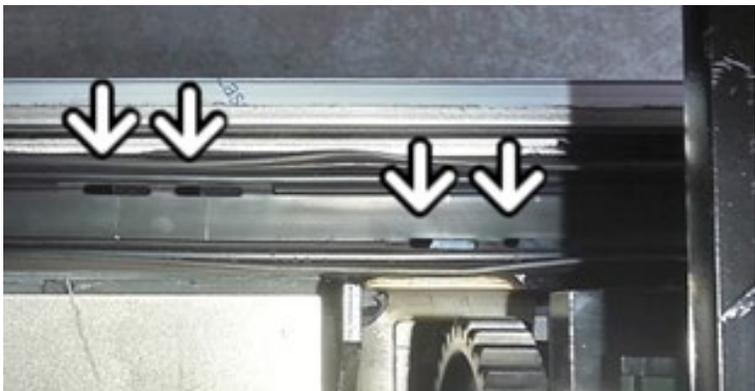

FIGURE 22
34. Glissez le tube de gonflage dans la structure du véhicule. Scellez tout autour avec le scellant Simpson ISR 70-03 # 684685. (Figure 22)
36. Entre l'entrée d'air et le coin le plus proche, fixez localement le joint sur la base. (Flèches, Figure 22)
37. Au coin inférieur, insérez le joint dans le bas de la base, *sans clipser*. (Figure 22)